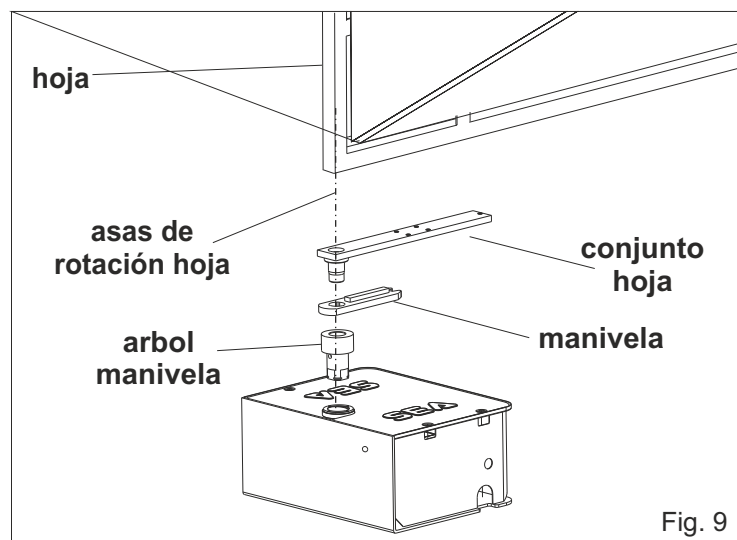

Fig. 9
**3.1.** Posicionar la hoja de la cancela con el conjunto hoja haciendo referencia a las asas de rotación de la bisagra de la hoja (Fig. 9);